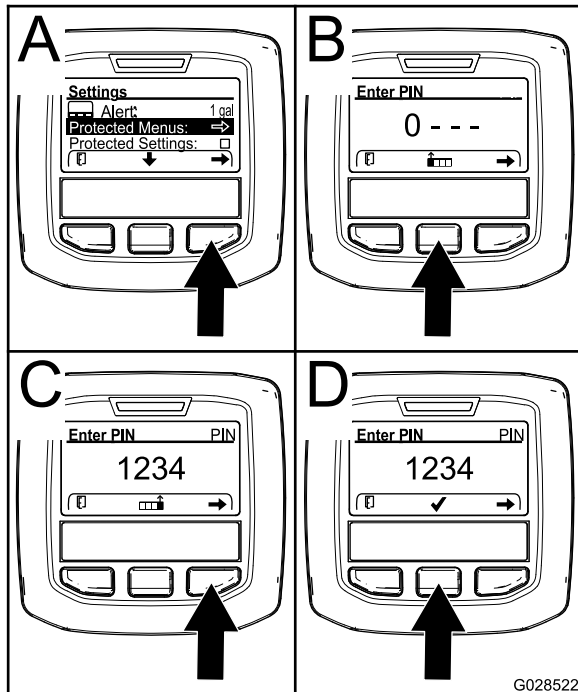

Figura 61
- Carregue no botão de seleção direito para selecionar a opção de menus protegidos (A de Figura 61).
- Carregue no botão de seleção central (B de Figura 61) para aumentar o valor numérico (0 a 9).
- Carregue no botão de seleção direito (C de Figura 61) para mover o cursor para a posição numérica seguinte à direita.
**Nota:** Surge o ícone de marca de verificação acima do botão de seleção central (D de Figura 61).
- Carregue no botão de seleção central (D de Figura 61) para introduzir a palavra-passe.